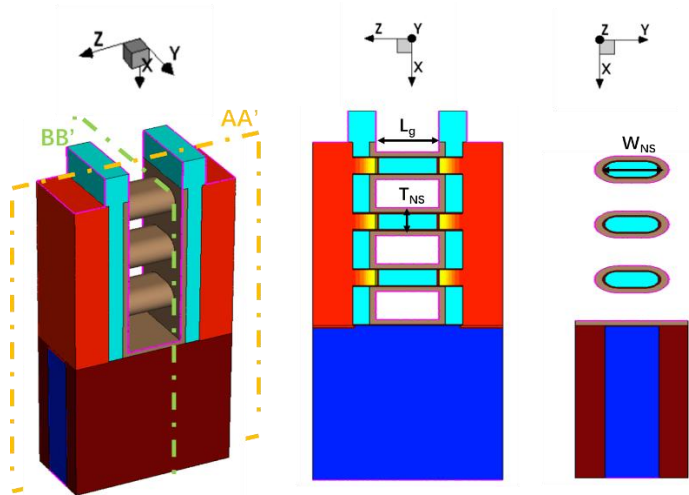

图 1：某 N 型 GAAFET 器件（3 个纳米片垂直堆叠）：（a）三维结构图，（b）沿 AA' 线的二维剖面，（c）沿 BB' 线的二维剖面。
某 N 型 GAAFET 器件结构如图 1 所示，3 个纳米片垂直堆叠， L_g 为栅长， $T_{NS}=5\text{nm}$ 为纳米片厚度， $W_{NS}=10\text{nm}$ 为纳米片的宽度。根据所提供的其交流 C-V 特性、直流 I-V 特性、以及关键电学性能参数 (DP) 的数据，用 Xmodel 或 MeQLab 建模工具对其进行建模表征。其中 C-V、I-V 特性测试数据包含多个几何尺寸器件，详见 data 文件夹中 Curve_data 文件夹，DP 数据见 data 文件夹 DP_data 文件夹。关键电学性能参数 (DP) 的定义及测试条件见下表 1 和 2。